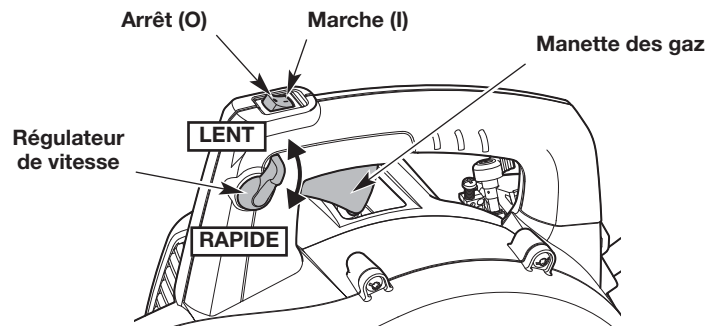

Fig. 3
REMARQUE : il n'est pas nécessaire de démarrer l'appareil. L'interrupteur de marche/arrêt est constamment en position de MARCHÉ (I) (Fig. 3).
4. Déplacez le régulateur de vitesse en position **LENT** (Fig. 3).
REMARQUE : Gardez le régulateur de vitesse en position **LENT** et **NE PAS** enfoncer la manette des gaz jusqu'à l'étape 9 (Fig. 3).
8. **NE PAS** enfoncer la manette des gaz. Laissez tourner le moteur de 5 à 10 secondes. Si l'appareil s'arrête pendant ce temps, appuyez sur la manette des gaz et maintenez-la enfoncée ou placez le régulateur de vitesse à la position **RAPIDE** (Fig. 3), puis tirez sur la corde de démarrage en effectuant un mouvement contrôlé et ferme jusqu'à ce que l'appareil démarre.
9. Serrez et retenez la manette des gaz ou déplacez le régulateur de vitesse à la position **RAPIDE** (Fig. 3). Laissez le moteur chauffer pendant 30 à 60 secondes.
2. Appuyez sur l'interrupteur de marche/arrêt et maintenez-le enfoncé en position d'**ARRÊT (O)** jusqu'à ce que le moteur s'arrête complètement (Fig. 3).
- Utilisez le régulateur de vitesse pour faciliter le fonctionnement continu (Fig. 3).